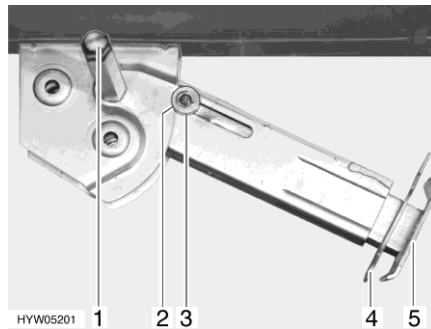

Fig. 46 Vérin stabilisateur
- Placer la clé à pipe sur l'écrou à six pans (Fig. 46,1) et tourner jusqu'à ce que le vérin stabilisateur soit en position verticale vers le bas.
- Retirer la goupille (Fig. 46,4) de la rallonge du pied d'appui (Fig. 46,5).
- Placer la clé à pipe sur l'écrou à six pans (Fig. 46,1) et tourner jusqu'à ce que le vérin stabilisateur se dégage du sol.
- Rentrer complètement la rallonge du pied d'appui (Fig. 46,5) et insérer la goupille (Fig. 46,4) dans le trou prévu à cet effet.
- Tourner la clé à pipe sur l'écrou à six pans (Fig. 46,1) jusqu'à ce que le vérin stabilisateur ait pivoté vers le haut et le disque de guidage (Fig. 46,3) soit complètement rentré dans l'encoche (Fig. 46,2).